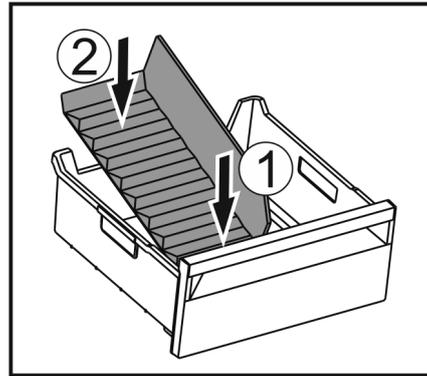

Fig. 145
- Installer la partie avant du séparateur de congélateur. Fig. 145 (1)
- Abaisser la partie arrière du séparateur de congélateur jusqu'au fond du tiroir. Fig. 145 (2)